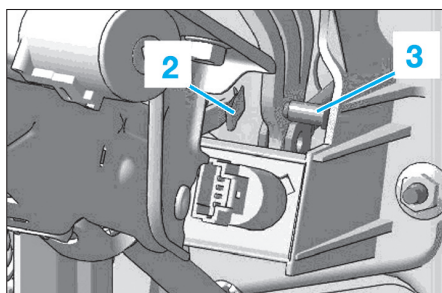

Fig. 3
- Déposer l'axe (3) en le dégrafant en (2) (Fig.3).